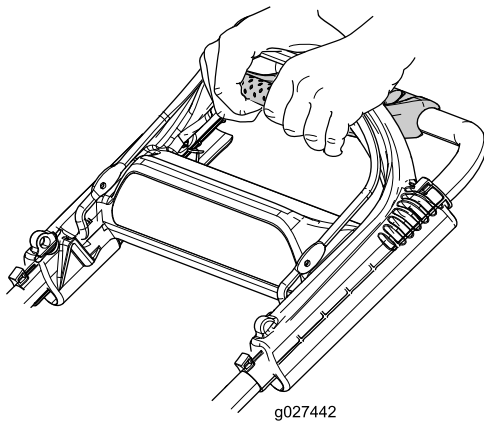

Figure 20
1. Saisissez les coins de la poignée du bout des doigts (Figure 20).